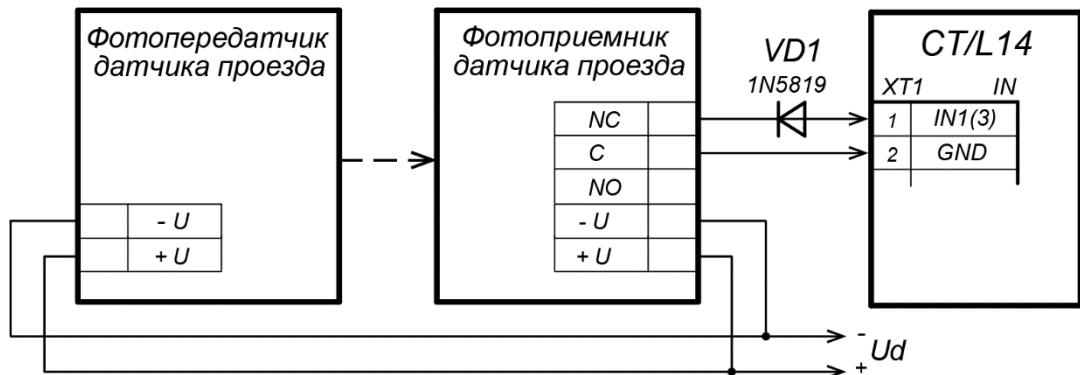

Рисунок 9. Пример схемы подключения датчиков проезда
3. Датчик проезда подключается к клеммной колодке *XT1* нижней платы контроллера согласно схеме, представленной на рис. 9. Для подключения используйте тип кабеля №4 (см. табл. 3). При подключении нескольких датчиков их выходы включаются последовательно.